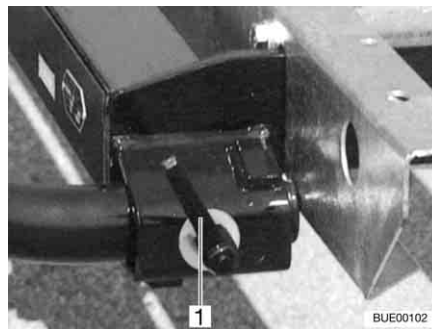

Fig. 3 Chiusura rapida
- Inserire il supporto a sinistra e a destra negli alloggiamenti sul telaio e assicurarlo con una chiusura rapida (Fig. 3,1).
- Rilasciare la chiusura rapida (Fig. 3,1) e sfilare i supporti dagli alloggiamenti sul telaio.